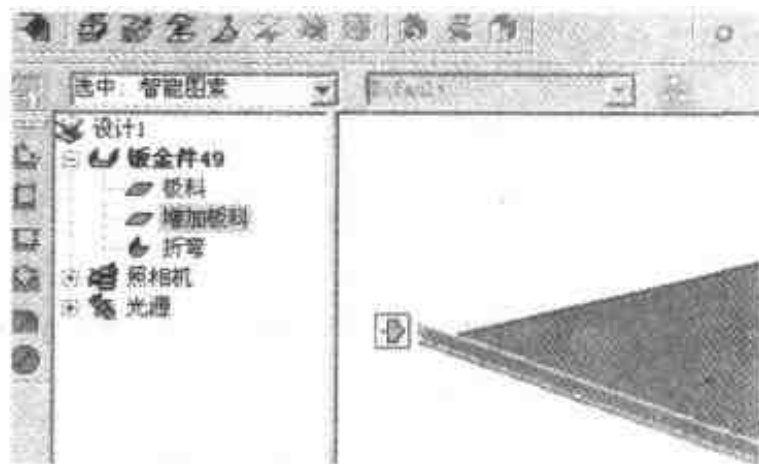

图 4.7 选择图素
- (5) 单击【显示设计树】按钮，将新生成的钣金零件设计树展开，单击如图 4.7 所示的【增加板料】。